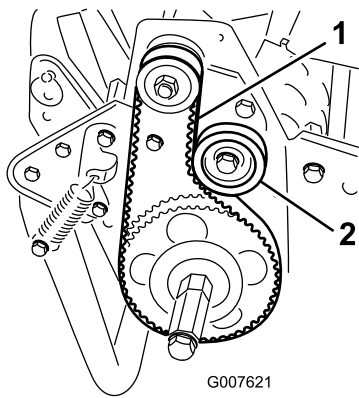

Bild 44
2. Prüfen Sie die Spannung. Bringen Sie hierfür eine Kraft von 18-22 N in der Mitte des Riemens zwischen den Riemenscheiben (Bild 44) an.
- A. Lösen Sie die Befestigungsmutter der Spannscheibe und drehen Sie die Spannscheibe nach rechts gegen die Rückseite des Riemens, bis Sie die gewünschte Riemen Spannung erzielt haben (**Bild 44**).